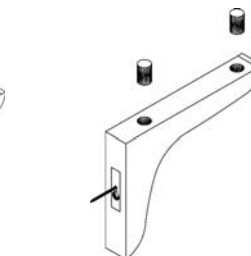

Figura 5
PASO 4: Luego, inserte las Clavijas de 2,54 cm en las Ménsulas como se muestra en la **Figura 5**.